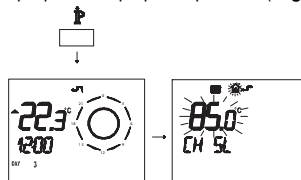

Fig. 2.37
- 1 Одновременно нажать кнопки  $\overline{P}$  e для доступа в режим прозрачного программирования ( Fig. 2.37).